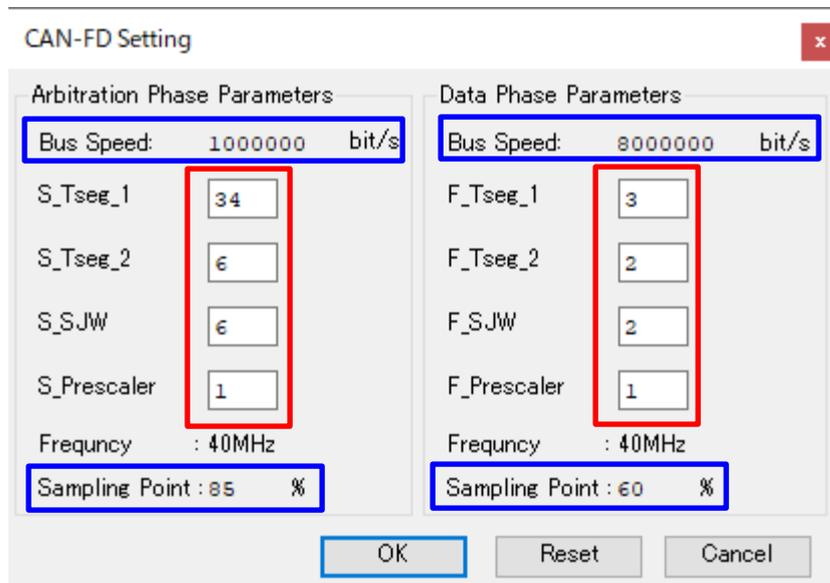

図 1
1. 図 1 の赤枠内にそれぞれの値を入力してください。
2. 図 1 の OK ボタンを押すとメイン画面に反映されます。
- ・ 図 1 Reset ボタン：編集前の値に戻します。
- ・ 図 1 Cancel ボタン：編集をキャンセルし、メイン画面に戻ります。